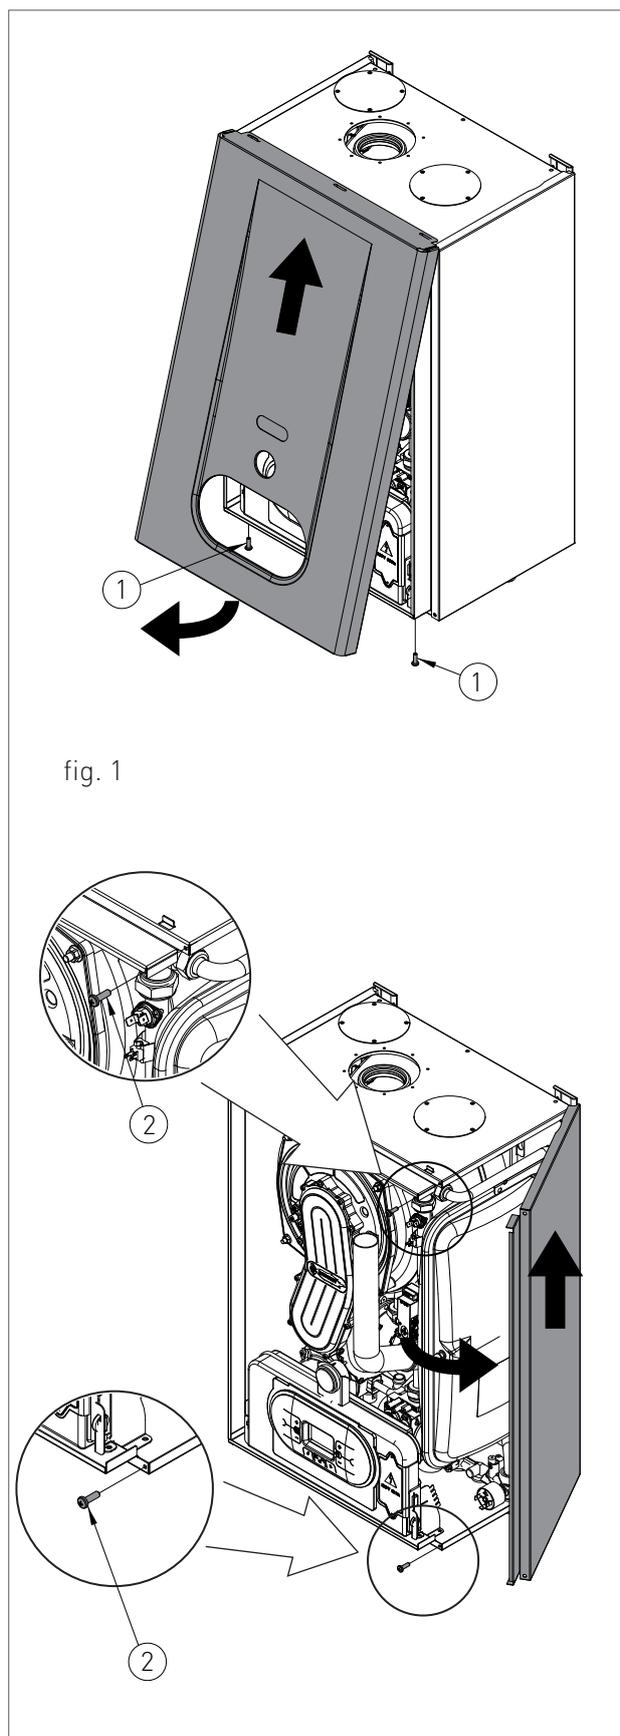

fig. 1
- › retirer les vis de fixation (1 - fig. 1) placées sur le bord inférieur du panneau avant.
- › saisir le panneau frontal dans la partie inférieure et, en le tirant vers soi et vers le haut (voir fig. 1).
- › retirer les vis de fixation (2 - fig. 1) placées sur le bord frontal du panneau latéral;
- › saisir la base du panneau et, après l'avoir déplacé vers le côté, le retirer en le levant (fig.1)